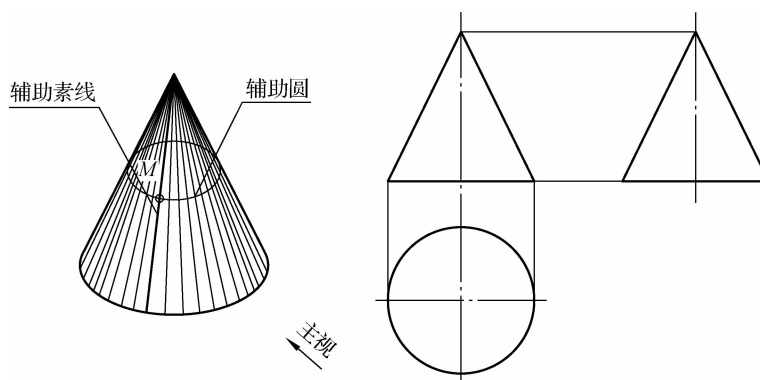

图 1-3-8 圆锥的三视图
(1)圆锥的三视图如图 1-3-8 所示。直立圆锥的轴线为铅垂线,底面平行于水平面,所以底面的俯视图反映实形(圆),其余两个视图均为直线段,长度等于圆的直径。圆锥面在俯视图上的投影重合在底面投影的圆形内,其他两个视图均为等腰三角形。